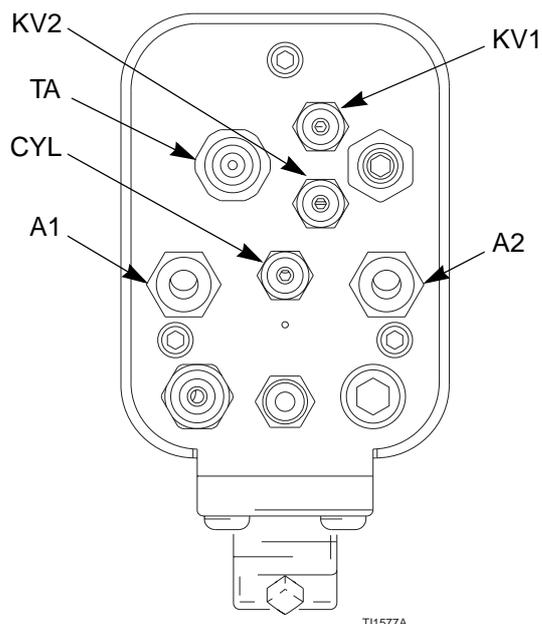

Fig. 12. Branchements d'air sur le collecteur
4. Se servir du régulateur de pression d'air de la conduite d'alimentation d'air d'atomisation (A1) pour régler le degré d'atomisation. Voir Fig. 12. Par exemple, pour un débit produit de 0,3 litre/mn, la pression d'atomisation type serait de 1,4–2,1 bars (0,14–2,21 MPa) sur le collecteur du pistolet.
1. Actionner le pistolet, puis ouvrir l'air de la turbine (TA). Voir Fig. 12.
1. Appliquer une pression d'air minimum de 3,5 bars (0,35 MPa) sur le raccord d'air du cylindre (CYL) pour activer la séquence marche/arrêt de l'air d'atomisation (A1), de l'air de réglage du jet (A2) et du produit (P1). Voir Fig. 12.
2. Activer et désactiver les fonctions du pistolet à l'aide des électrovannes des conduites d'alimentation d'air du cylindre (CYL) et de la turbine (TA).